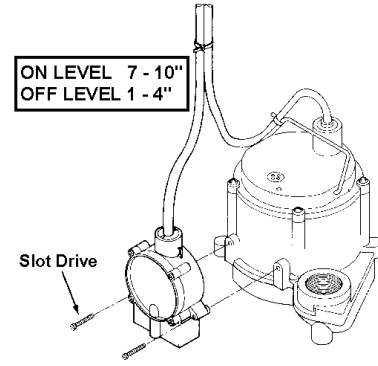

Figure 2
2. For installation on Little Giant® Model 6-CIM-R, 6000M-R, 6-CBM-R, or 6000BM-R pump, refer to Figure 2. Attach the RS-5 directly to the Model 6 Series pump housing using the two slot drive screws provided, as shown in Figure 2. Use the cable ties provided to secure the power cords together. To ensure proper operation of pump and switch, place pump on a solid surface in water at least 1" deep.
2. Pour installer l'appareil sur une pompe 6-MSP Little Giant® de modèle 6-CIM-R, 6000M-R, 6-CBM-R ou 6000BM-R, se référer à la figure 2. Fixer directement le RS-5 à l'enveloppe de ces pompes de modèle 6 à l'aide de fausses vis à deux fentes, tel qu'illustré à la figure 2. Rassembler les cordons d'alimentation à l'aide des colliers de serrage fournis. Pour que la pompe et l'interrupteur fonctionnent correctement, placer la pompe sur une surface solide, dans l'eau, à une profondeur d'au moins 2,5 cm (1 po).